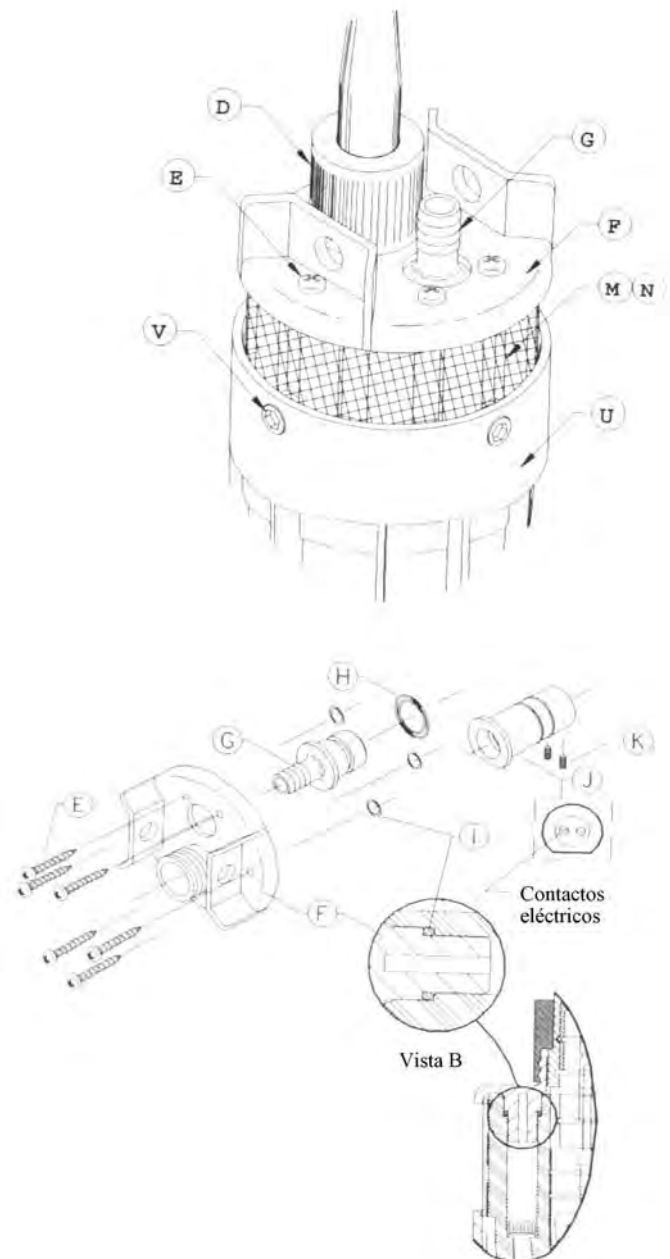

Figura 9
**NOTA:** Vuelva a colocar los sellos (O-ring, parte I) en sus lugares como se indica en la vista B de la figura 9 antes de seguir al paso 5.